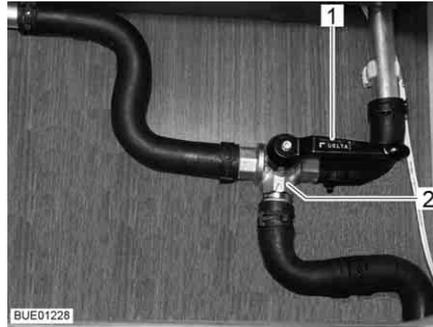

Fig. 169 Valvola a 3 vie
- Posizionare la leva (Fig. 169,1) della valvola a 3 vie (Fig. 169,2) parallela alla direzione di flusso diretta (Fig. 169).
- Posizionare la leva (Fig. 169,1) della valvola a 3 vie (Fig. 169,2) trasversale alla direzione di flusso diretta.